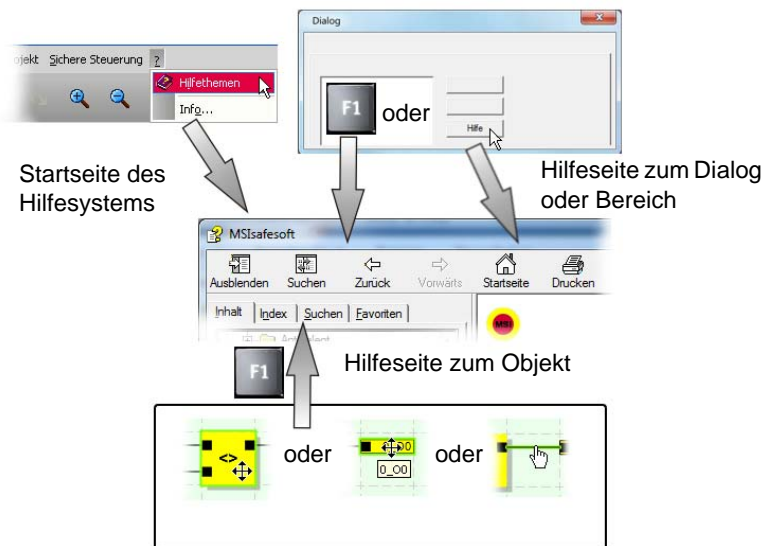

Bild 1-1 Aufrufen der Online-Hilfe in der Konfigurationssoftware MSIsafesoft
- in den Online-Hilfen zur sicheren Konfigurationssoftware MSIsafesoft (siehe auch Bild 1-1) und zu jedem der sicheren Bausteine,